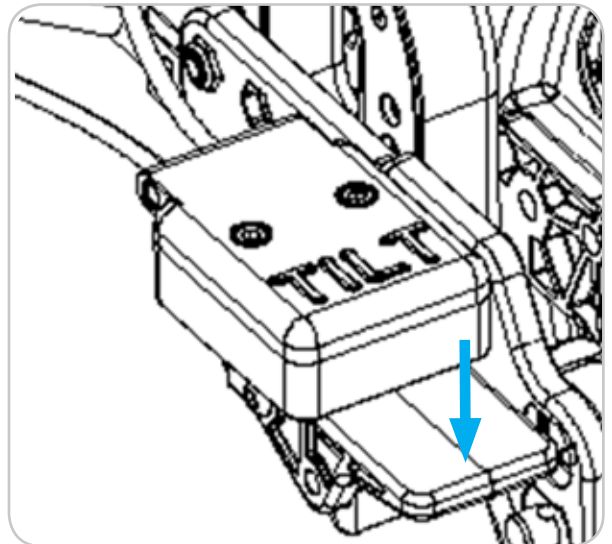

Figura 5
3. Schiacciare il pedale. Cfr. Figura 5.